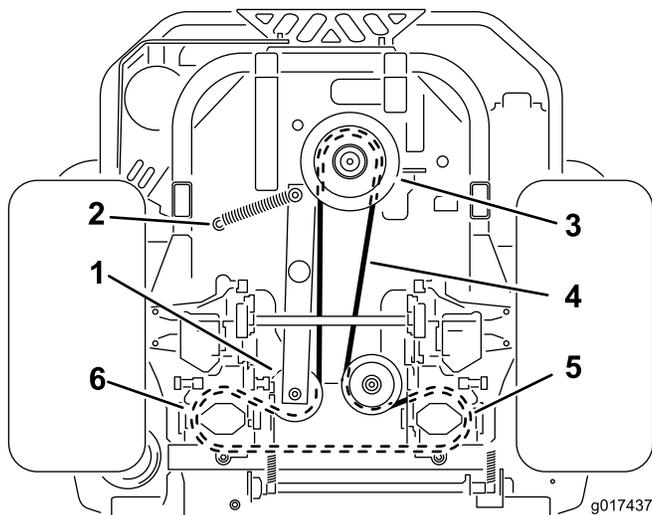

Figure 64
4. Soulevez la machine sur des chandelles (Figure 64).
6. Décrochez le ressort de la poulie de tension de son montant (Figure 64).